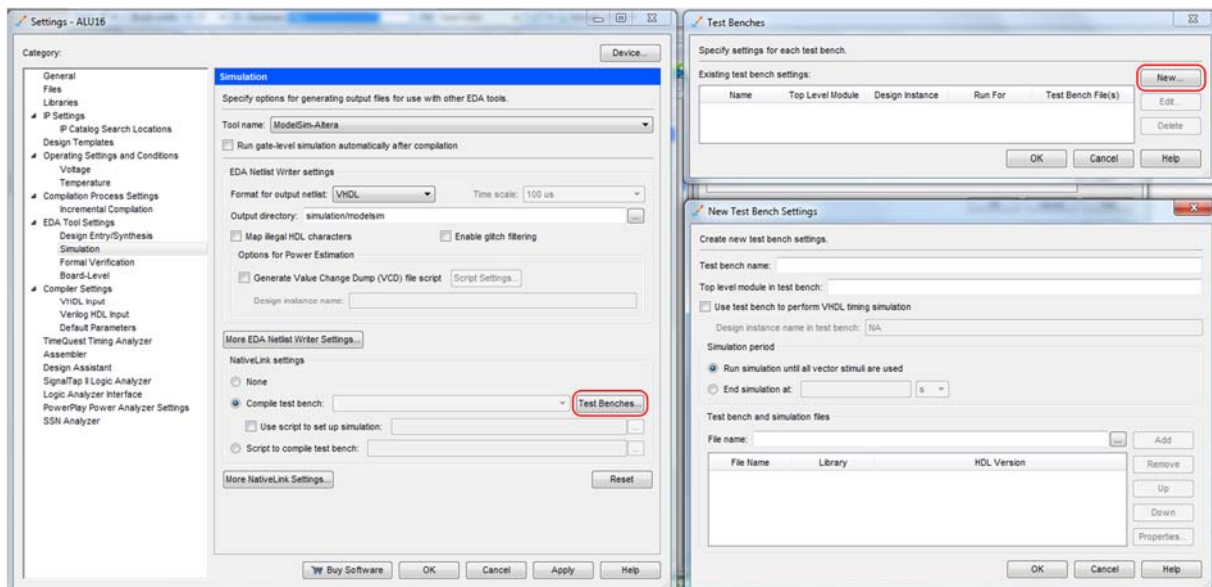

Figura 12 – Passos de configuração da *testbench* a usar na simulação temporal da ALU de 16 bits.
- Especifique as opções de simulação através do menu “*Assignments → Settings...*” (que deverá abrir a janela da esquerda da Figura 12).
- Nas opções “*NativeLink Settings*” ative “*Compile test bench:*” e clique no botão “*Test Benches...*” (Figura 12).
Após configuração, as três janelas da Figura 12 devem apresentar o aspecto das Figuras 13 a 15.